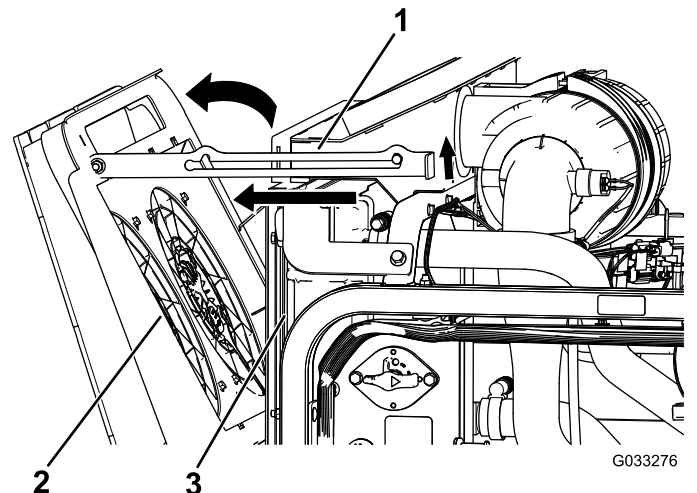

Bild 119
2. Drehen Sie die Kühlventilatoren des Motors zur Rückseite des Kühlers und arretieren Sie die Stützstange in der Kerbe (Bild 119).